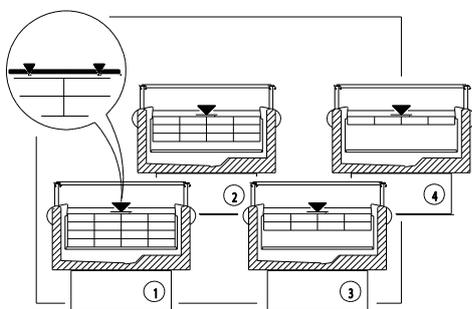

FIG. 12
- Utilizzare le apposite griglie regolabili in altezza (dove presenti) per mantenere sempre il miglior rapporto fra spazio refrigerato e prodotto esposto (FIG. 12).